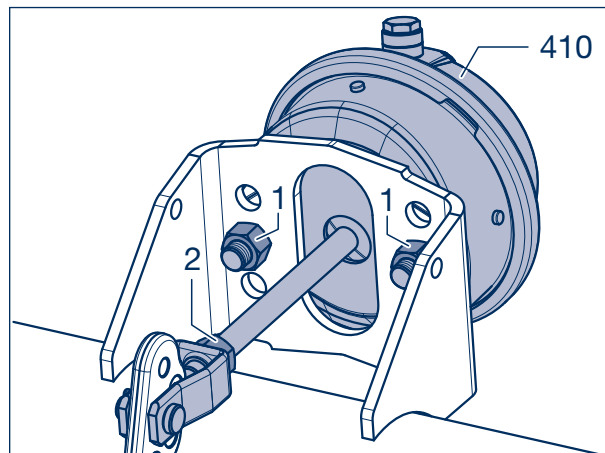

Рисунок 4
- [8] При использовании вилкообразных головок с продольным отверстием следует установить наружную возвратную пружину (295, рисунок 4, стр. 126). Ее следует учесть при расчете торможения.